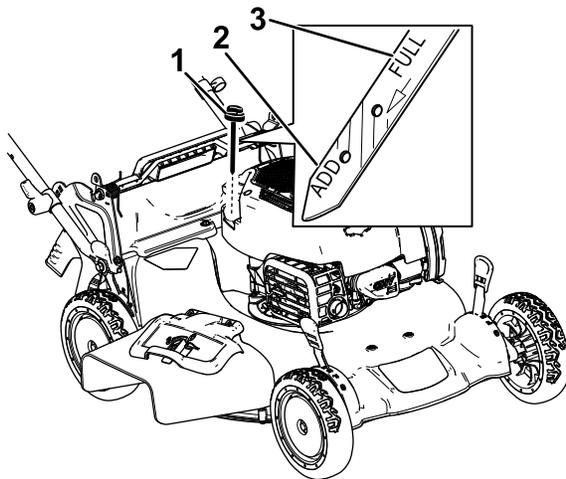

Рисунок 33
3. Выньте масломерный щуп, повернув крышку против часовой стрелки и вытянув ее (Рисунок 33).
10. Определите уровень масла по отметкам на щупе (Рисунок 33).